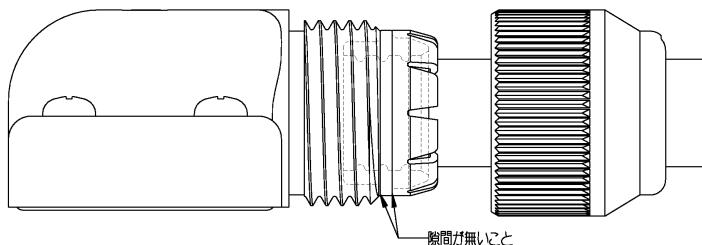

Fig. 17-1
17) ワイヤー・ラバーパッキン、ワイヤクランプを Fig. 17-1 の位置にずらし、ワイヤ・フィックスド・セット・スクリューを締め付けてケーブルをリセ・ケースに固定してください。
17) Please shift wire rubber packing and a wire clamp in the position of Fig.17-1, bind a wire fixed set screw tight, and fix a cable to a receptacle case. Under the present circumstances, please bind tight so that the crevice between a receptacle case and a wire fixed set screw is lost.